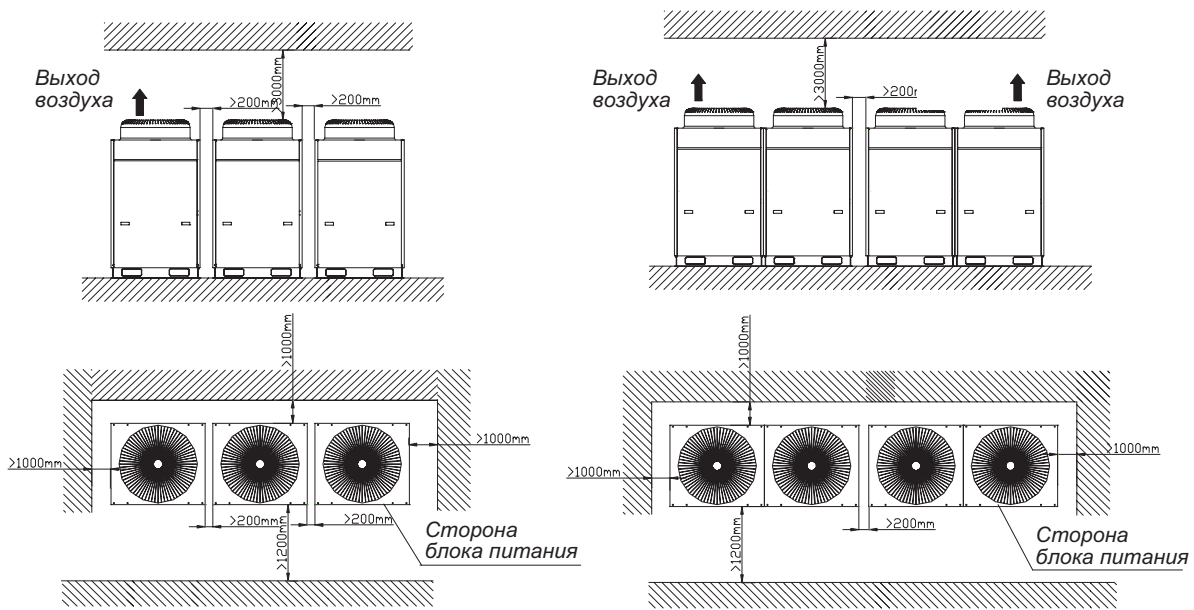

Рис. 10.3
10.1.6 Требования по размещению группы наружных модулей согласно рис. 10.3 и 10.4.